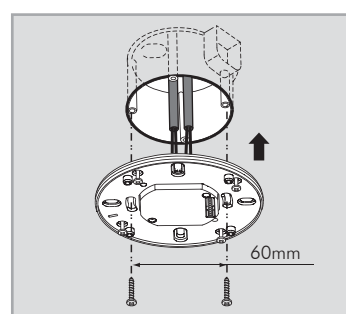

Figura 8
- 3.4.1.3 Fixe a caixa de alimentação na caixa de junção para padrões europeus com 2 parafusos (Veja a figura 8).